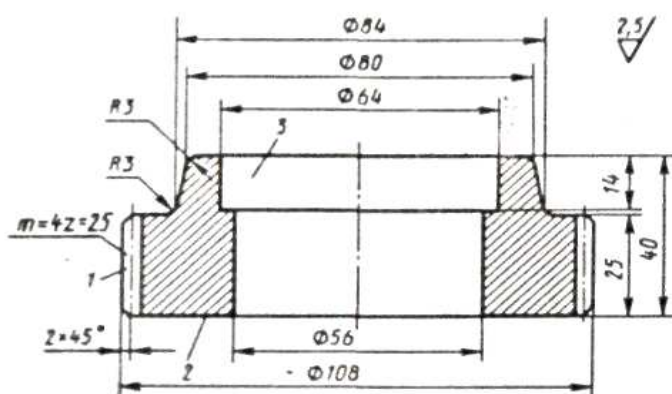

Рис. 28
2.Разработайте процесс изготовления поковки детали (рис. 28) методом горячей объемной штамповки на кривошипном горячештамповочном прессе. При выполнении работы следует описать сущность процесса горячей объемной штамповки и указать области ее применения; привести схему пресса и описать его работу; установить температурный интервал штамповки и способ нагрева заготовки; составить чертеж поковки и определить ее массу; с учетом технологических отходов определить объем, массу и длину исходной заготовки; выбрать переходы штамповки и привести эскиз инструмента; перечислить все операции технологического процесса получения поковки, выполняемые в кузнечном цехе; описать механизацию технологического процесса штамповки. Материал детали - сталь